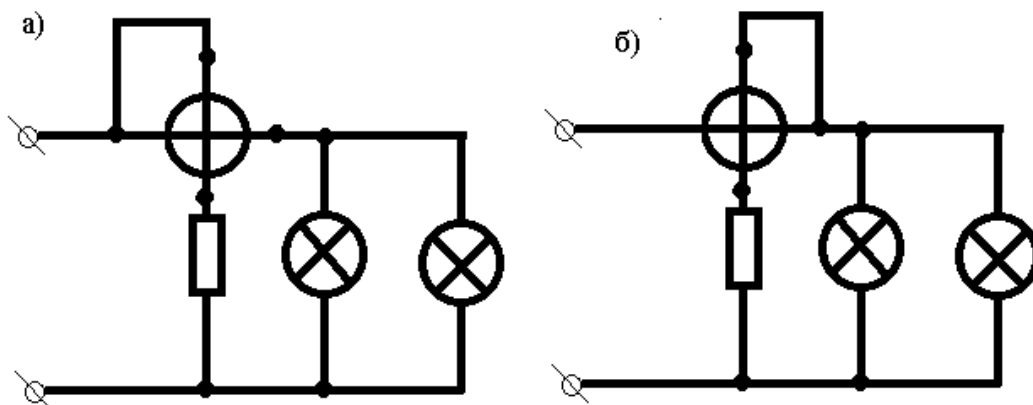

Рис. 7
1. Измерение мощности в цепях постоянного тока (кроме измерения методом амперметра и вольтметра) осуществляется включением электродинамического вольтметра по двум схемам (рис. 7, а, б).
По схеме рис. 7, а
По схеме рис. 7, б
1. Мощность (по схеме рис. 7,а)
2. Мощность (по схеме рис. 7,б)